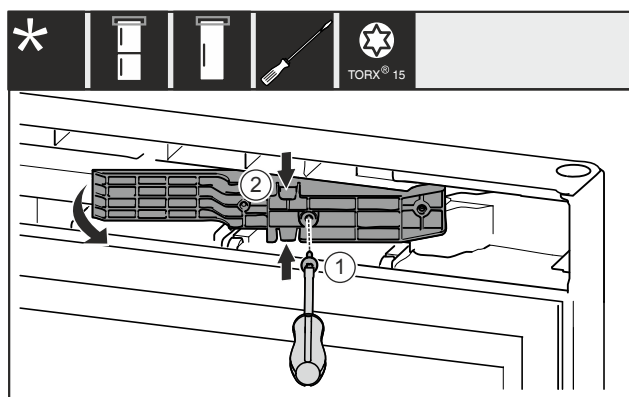

Fig. 15 *
- ▶ Távolítsa el a csavart Fig. 15 (1).*
- ▶ Finoman nyomja össze az illesztődarabot Fig. 15 (2) alul és felül, és húzza ki.*